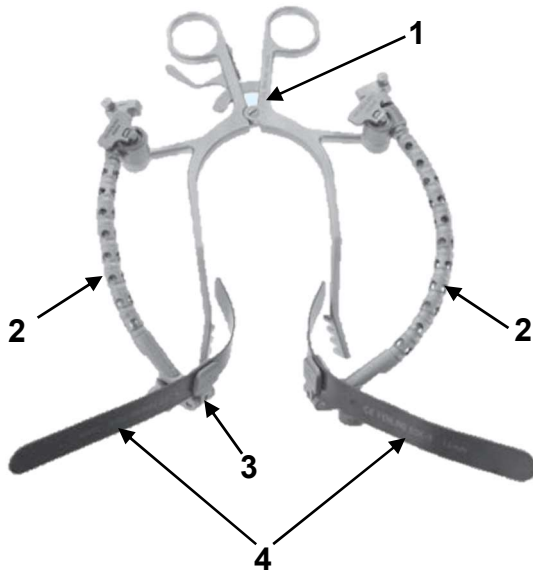

Abb. 1: Konfigurationsbeispiel für den CONCEPT CEREBELLUM Spreizer mit den Spannarmen und den Spateln
Abbildung 1 zeigt ein Konfigurationsbeispiel für den CONCEPT CEREBELLUM Spreizer (1) mit den Spannarmen (2) und den Spateln (4). In Tabelle 1 sind die entsprechenden Komponenten aufgelistet.